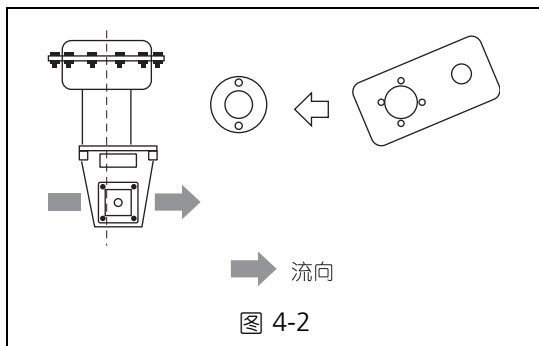
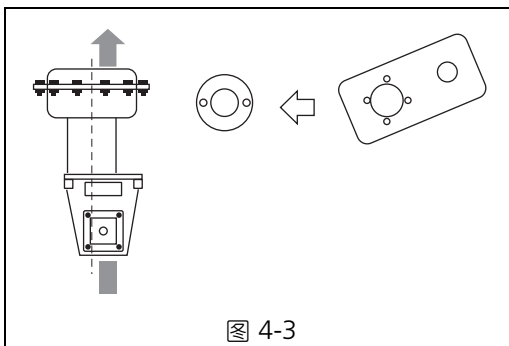

图 4-2
图 4-3
- (1) 在托架上安装垫隔装置。
- (2) 用反馈销将连接板安装到托架上。由于垫隔装置的销的位置根据流体方向而改变，安装时请参照图 4-2 和图 4-3。
- (3) 拧紧内六角锁紧螺栓（M10）并将方向指示板安装到连接板，然后拧紧内六角锁紧螺栓（M12）并将指针安装到安装板上。
- (4) 连接空气配管